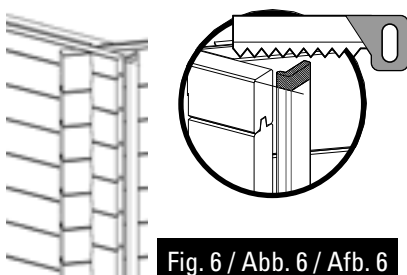
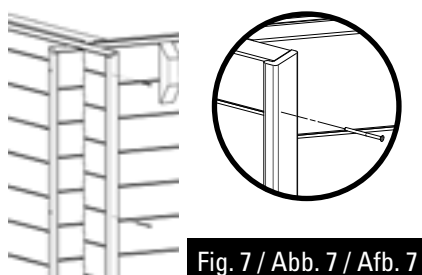

Fig. 6 / Abb. 6 / Afb. 6
Fig. 7 / Abb. 7 / Afb. 7
- Position the L trimming on the ends of the boards. • Cut off the excess part of the trimming according to the height of the pool if necessary (figure 6). • Fix trimming L using 3 screws 4 x 60 uniformly distributed over the height of the piece (figure 7).
- Présentez le cache L sur les extrémités des madriers. • Coupez l'excédent de cache selon la hauteur du bassin si nécessaire (figure 5). • Fixez le cache L à l'aide de 3 vis 4x60 également réparties sur la hauteur (figure 6).
- Legen Sie die Zierleiste L auf die Enden der Bretter. • Falls erforderlich, schneiden Sie das, was von der Zierleiste übersteht, je nach Höhe des Beckens (Abb. 6) ab. • Befestigen Sie die Zierleiste L mit Hilfe von 3 Schrauben 4 x 60 gleichmäßig auf der Höhe (Abb. 7).
- Plaats sierlijst L op de uiteinden van de planken. • Indien nodig, overtollige stukken van de sierlijst afsnijden, afhankelijk van de hoogte van het bassin (afbeelding 6). • Zet de sierlijst L vast met behulp van 3 schroeven 4 x 60 gelijkmatig over de hoogte verdeeld (afbeelding 7).